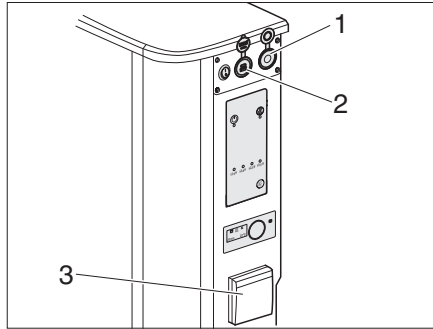

Fig. 8 Terminal strip
- 12 V connection (Fig. 8,1)
- 2 USB ports (Typ A and typ C) (Fig. 8,2)
- 230 V socket (Fig. 8,3)